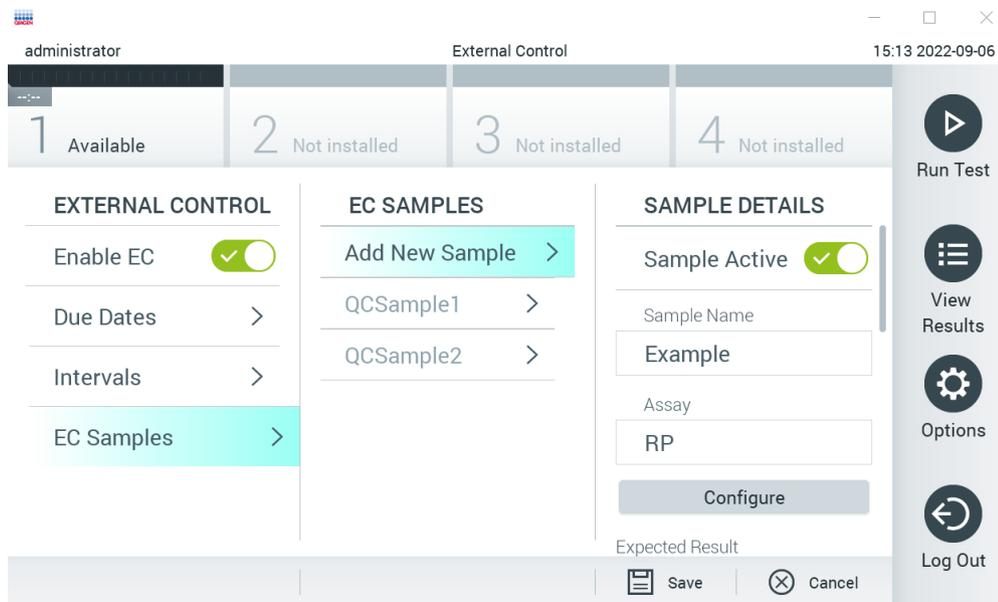
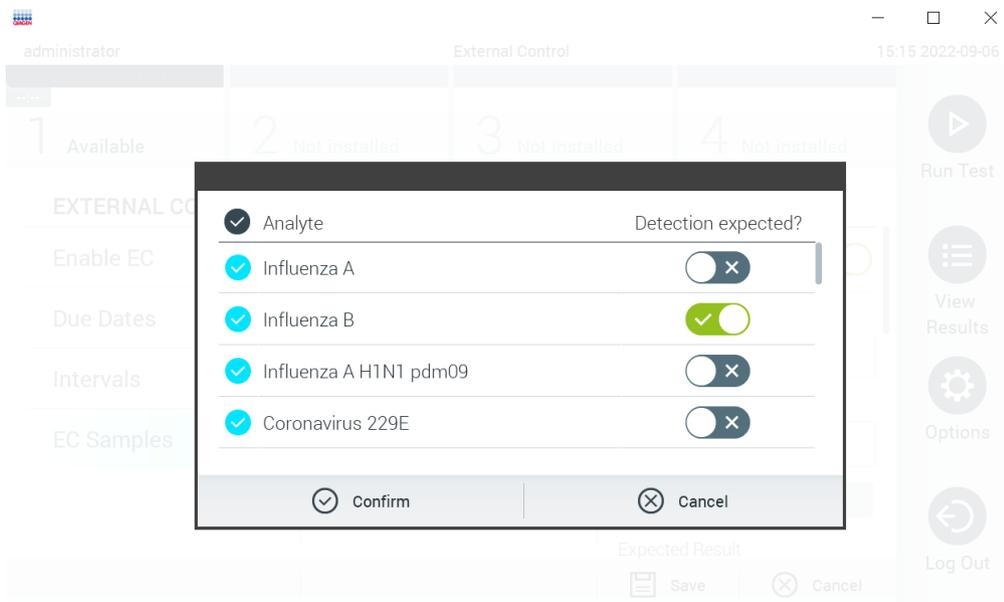

Abbildung 53. Bildschirm External Control (Externe Kontrolle) mit EC Samples (EC-Proben).
Abbildung 54. Bildschirm zur Konfiguration der EC-Probe unter „External Control“ (Externe Kontrolle)
5. Wählen Sie **EC Samples** (EC-Proben), um die bei einem externen Kontrolltest verwendeten Proben hinzuzufügen oder zu bearbeiten. Um eine neue EC-Probe hinzuzufügen, drücken Sie **Add new Sample** (Neue Probe hinzufügen) und fahren Sie dann in der rechten Spalte mit der Konfiguration fort (Abbildung 53). Wählen Sie zum Bearbeiten einer EC-Probe eine vorhandene Probe aus der mittleren Spalte aus und fahren Sie in der rechten Spalte mit der Konfiguration fort.
6. Wählen Sie „Configure“ (Konfigurieren), um die Analyten in einem externen Kontrolltest zu bearbeiten (Abbildung 53). Im Bereich zur Konfiguration der EC-Probe unter „External Control“ (Externe Kontrolle) kann festgelegt werden, ob ein Analyt beim Lauf mit der externen Kontrolle (External Control, EC) berücksichtigt werden soll und ob ein Nachweis erwartet wird (Abbildung 54).